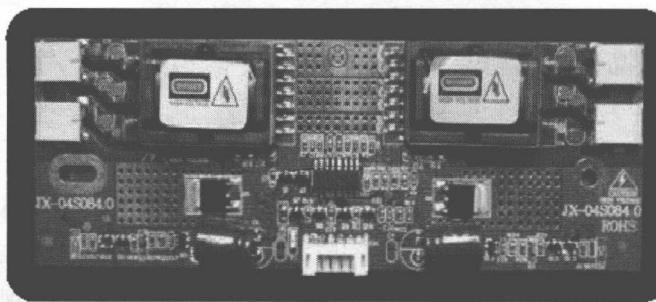

图 1-1-18 高压板实物图
(2) 高压板。其作用是将主板或电源板输出的 12V 和 5V 的直流电压转换成 600~1500V 高频高压交流电，点亮液晶面板上的背光灯。其实物如图 1-1-18 所示。